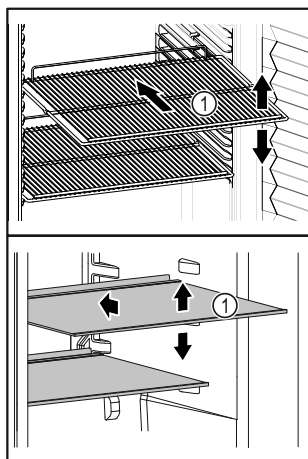

Fig. 22 Représentation à titre d'exemple
- ❑ Si les surfaces de rangement Fig. 22 (1) sont mobiles, les régler en hauteur.
- ❑ Ne pas obstruer les fentes d'aération (2) du ventilateur de circulation d'air à l'intérieur de l'appareil.